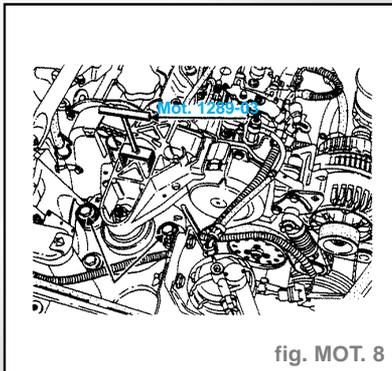

fig. MOT. 8
- Desserrer les deux vis (E) du limiteur (fig. MOT. 8).
- Introduire la fourchette de centrage du limiteur Mot. 1289-03 dans les fenêtres de la coiffe de suspension pendulaire (fig. MOT. 8).